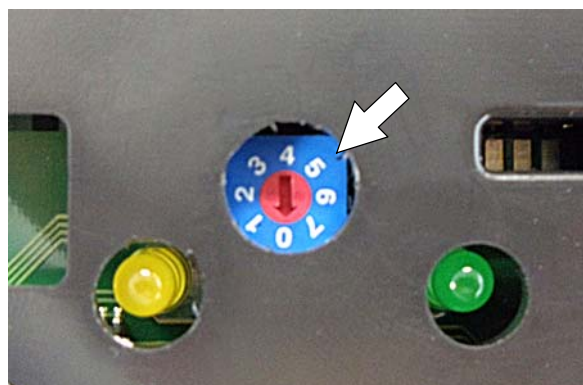

ABB. 124
5. Drehen Sie das Wählrad mit einem kleinen Standard-Schraubendreher entsprechend der folgenden Tabelle auf den passenden Batterietyp (Abbildung 124).